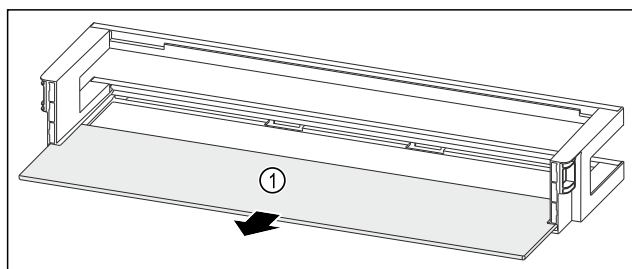

Fig. 221 Balconcino controporta con ripiano
- ▶ Rimuovere il ripiano Fig. 221 (1).